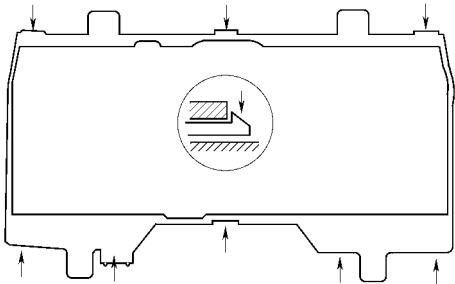

图 18-109 向下压翼片
1) 向下压翼片，如图 18-109 所示。从组合仪表壳体拆下组合仪表玻璃罩。